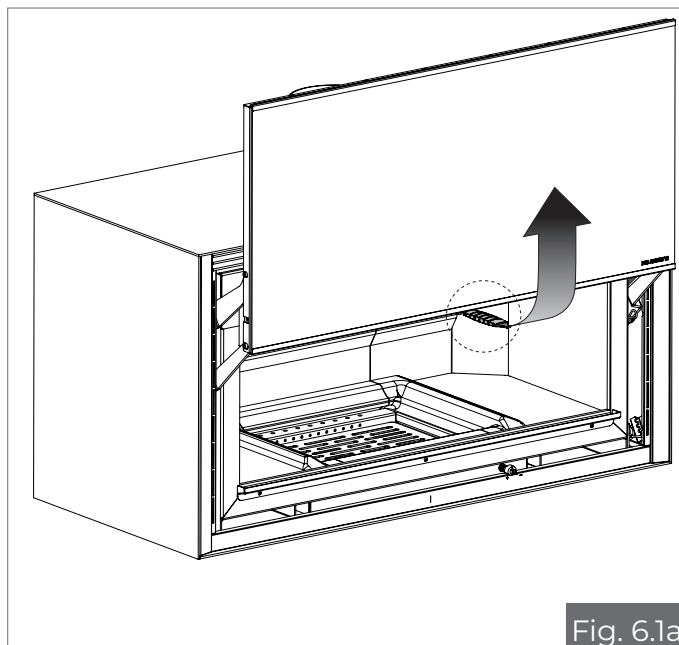

Fig. 6.1a
- **IKI 16:9/IKI 16:9 TF e IKI Square:** inserire la chiave in dotazione nel gancio di apertura centrale (fig. 6.1a), e tirare verso di se. Attenzione! un sistema dotato di molle tenderà a sollevare automaticamente l'anta.